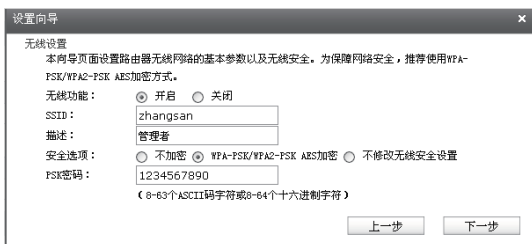

图4-4 无线设置
4. 请进行无线设置，如图4-4所示。SSID是无线局域网用于身份验证的登录名，即无线网络名称，为便于识别，建议修改为其他名称，例如zhangsan。为保障网络安全，推荐开启无线功能并选择WPA-PSK/WPA2-PSK AES加密，同时设置PSK密码。